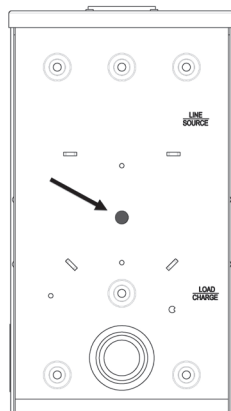

Figure 2
4. Retirer et éliminer le matériau recouvrant le trou central du boîtier (Figure 2).
5. Former les filets du trou au centre du boîtier en insérant la vis de 1/2 po. incluse dans le kit (Figure 2). Appliquer un couple de serrage maximum de 50 PO.LIV.